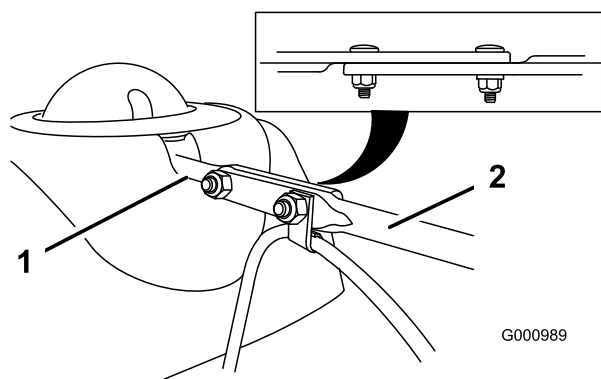

Figure 15
3. Alignez l'extrémité plate arrière de la longue tige d'orientation de l'éjecteur sur l'extrémité plate avant de la tige courte qui part du panneau de commande de façon à les engager l'une dans l'autre (Figure 15).